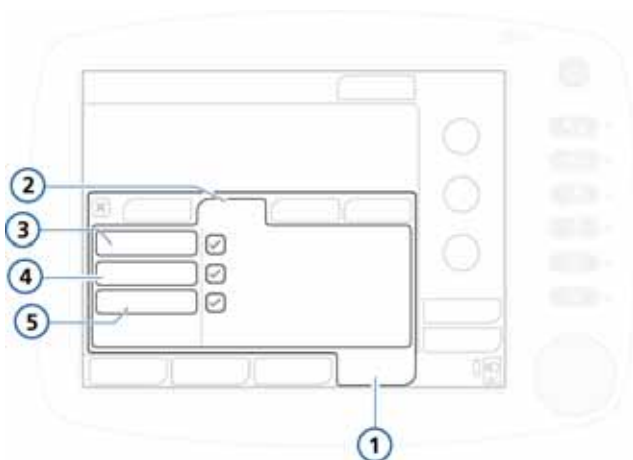

Рисунок 3-2. Окно «Тесты и калибр»
2. Активируйте параметр **«Герметич-ть»** в окне **«Тесты и калибр»** (рис. 3-2).
2. Активируйте параметр «Датч. Потока» в окне «Тесты и калибр» (рис. 3-2).